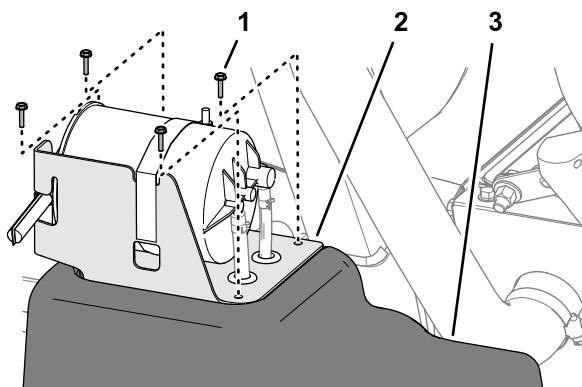

Figure 80
5. Alignez les trous dans le support du filtre à charbon actif et les trous dans le réservoir de carburant (Figure 80).
6. Fixez le support sur le réservoir (Figure 80) à l'aide des 4 vis (n° 10 x $\frac{3}{4}$ "').